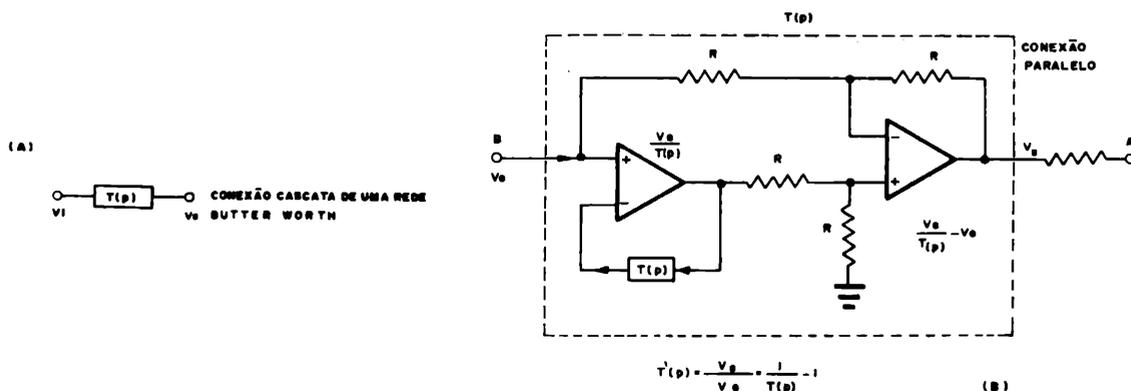

Figura 6
O circuito proposto pode ser visto na figura 6-B, na qual um filtro cascata convencional $T(p)$ é convertido, conforme se mostra na figura, em outra rede complementar $T'(p)$. Se o valor dado na figura 6-B para esta última for substituído na equação (1), tendo-se em conta que $R_x = R$, obter-se-á finalmente $T_{min} = T(p)$; isto quer dizer que a rede aparece como se estivesse efetivamente conectada em série com o equalizador, quando na realidade não está, uma vez que o circuito de 6 dB fica conectado entre os pontos da figura 1.